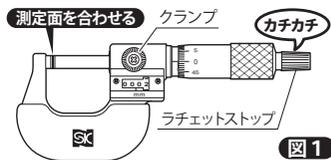

図1
①アンビル・スピンドルの測定面を脱脂し、ガラスペーパーなどで拭き取って異物が付着していない状態にしてください。
②クランプを回してゆるめ、ラチェットストップを持ってシンプルを回し、測定面を合わせます。測定面が合ってから、ラチェットが『カチカチ』と1~3回鳴ったところで停止してください。(図1)
- With Spindle Clamp loose, turn until measuring surfaces touch. Turn until Ratchet Stop clicks 1-3 times. (Fig.1)